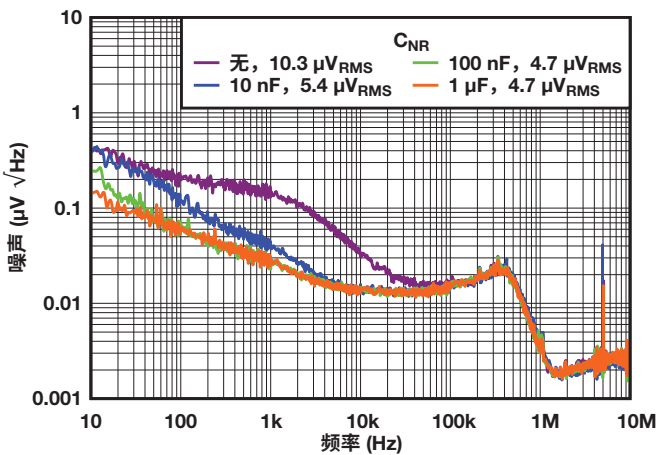

图 4: TPS7A91 的噪声频谱密度与频率和 $C_{NR/SS}$ 的关系。
在此引脚上添加电容器 ($C_{NR/SS}$) 将形成具有内部电阻的阻容 (RC) 滤波器，帮助分流由电压基准生成的不需要的噪声。由于电压基准是生成噪声的主要因素，增大电容有助于将此低通滤波器的截止频率左移。图 4 显示了此电容器对输出噪声产生的影响。
如图 4 所示， $C_{NR/SS}$ 的值越大，降噪效果越好。但是，在某些点上，增大电容不会再降低噪声。其余噪声来自误差放大器、FET 等。